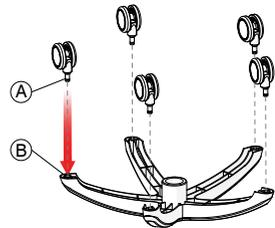

Fig.23
- Coloque la base de aluminio con las 5 patas señalando arriba (Fig.23).
- Introduzca el eje de las ruedas **A** (Fig.23) en el agujero de las patas de la base **B** (Fig.23) i presiona en hacia abajo.